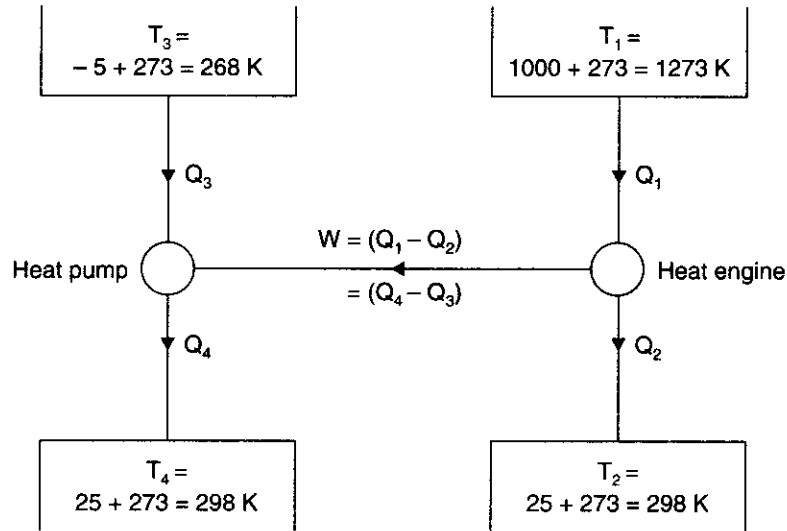

Fig. 14.3
**Solution.** Refer Fig. 14.3. Given :  $T_1 = 1000 + 273 = 1273 \text{ K}$  ;  $T_2 = 25 + 273 = 298 \text{ K}$  ;